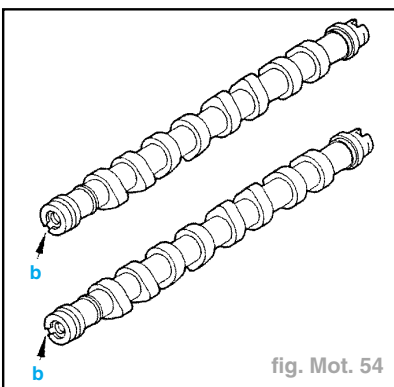

fig. Mot. 54
- Reposer les arbres à cames dans la culasse, en respectant l'orientation suivante (fig. Mot. 54) :